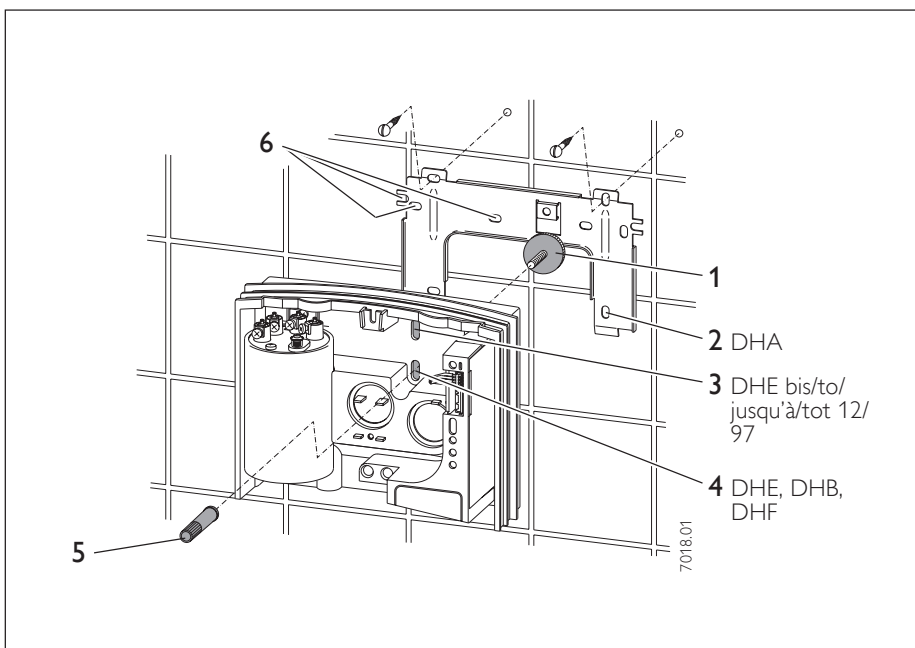

Abb. 13 / Fig. 13 / Afb. 13
- Ausbruchposition der Geräterückwand zur Befestigung an der Montageleiste entsprechend Abb. 13 festlegen.
- Neue Montageleiste entsprechend Abb. 13 befestigen.
- Gerät entsprechend Abb. 13 mit der Schraubhülse (Pos. 5) an der Halteleiste befestigen. Mit der Rändelmutter (Pos. 1) können Wandunebenheiten, z. B. durch Fliesenversatz max. 20 mm (siehe Abb. 10), ausgeglichen werden.
Legende Abb. 13
- Determine knockout position of rear panel (Fig. 13) for attachment to fastening rail.
- Attach a new fastening rail as per Fig. 13.
- Attach unit to fastening rail as per Fig. 13 with screw sleeve (item 5). Knurled nut (item 1) enables unevenness in wall, e.g. caused by tile offsets, to be compensated for by up to max. 20 mm (see Fig. 10).
Key to Fig. 13
- Repérer la position de l'ouverture au dos de l'appareil (fig. 13) en vue de la fixation sur la barrette d'accrochage.
- Fixer la nouvelle barrette d'accrochage comme indiqué sur la figure 13.
- Fixer l'appareil comme indiqué à la figure 13 avec la douille à visser (pos. 5) sur la barrette d'accrochage. L'écrou moleté (pos. 1) permet de compenser les inégalités du mur; p. ex. en cas de déport du carrelage maximum de 20 mm (voir fig. 10).
Légende de la figure 13
- De uitbreekpositie van de achterwand van het toestel (Afb. 13) voor het bevestigen aan de montagelijst vastleggen.
- De nieuwe montagelijst overeenkomstig Afb. 13 bevestigen.
- Het toestel overeenkomstig Afb. 13 met de schroefsok (Pos. 5) aan de bevestigingslijst bevestigen. Met de kartelmoer (Pos. 1) kunnen oneffenheden in de wand, b.v. door ongelijke wandtegels, max. 20 mm (zie Afb. 10), worden gecompenseerd.
Légende Afb. 13